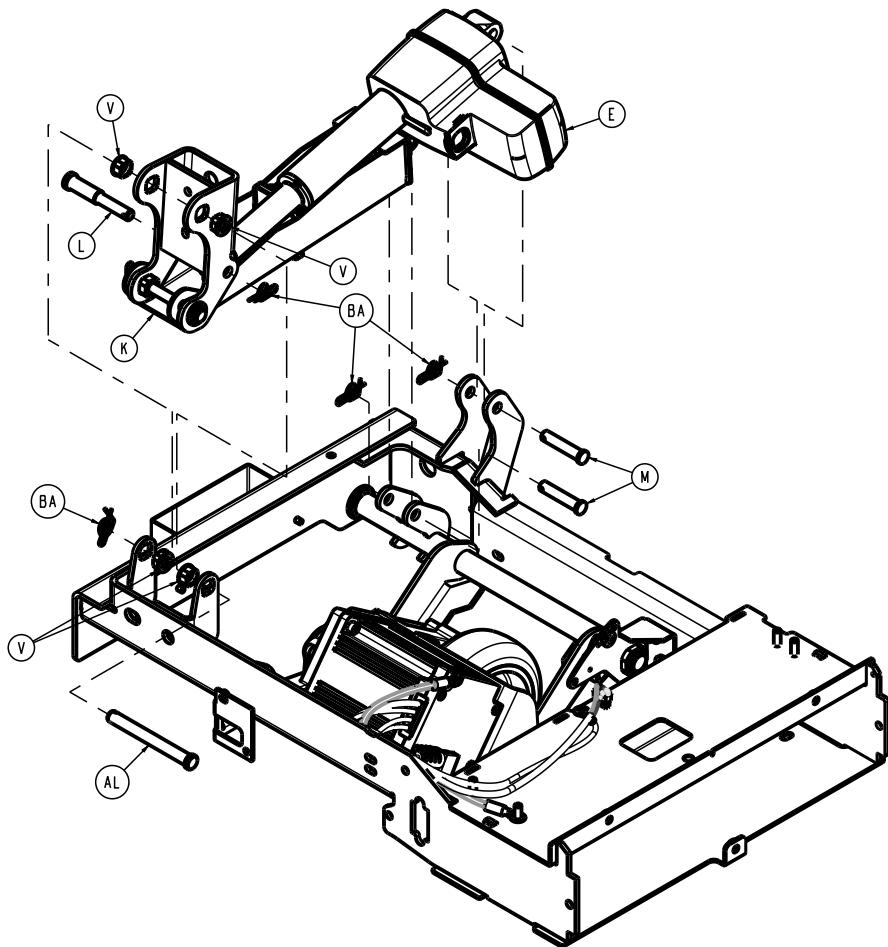

Figure 69 – Retrait de l'actionneur Zoom
9. À l'aide d'une pince à becs fins, retirer la goupille élastique (BA) de la broche de piston de l'actionneur (L) et l'axe à épaulement (AL) (Figure 69). Conserver la goupille élastique.
10. Soulever la roue motrice du moteur Zoom et retirer l'axe à épaulement (AL) et la broche de piston de l'actionneur (L) (Figure 69). Conserver l'axe à épaulement et la broche de piston.
11. À l'aide d'une pince à becs fins, retirer la goupille élastique (BA) de la broche de la base de l'actionneur (M) (Figure 69). Conserver la goupille élastique.
12. En tenant l'actionneur, retirer la broche de la base de l'actionneur (M) (Figure 69). Conserver la broche de la base.
9. À l'aide d'une pince à becs fins, retirer la goupille élastique (BA) de l'axe à épaulement (AL) (Figure 69). Conserver la goupille élastique.
10. Soulever la roue motrice du moteur Zoom et retirer l'axe à épaulement (AL) (Figure 69). Conserver l'axe à épaulement.